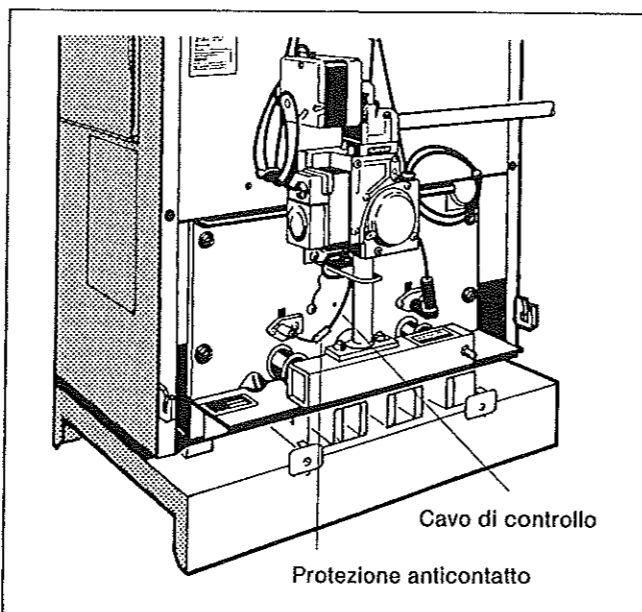

Fig. 14: Cavo di controllo
- Togliere la protezione anticontatto dal cavo di controllo (Fig. 14) ed allentare il collegamento a spina.